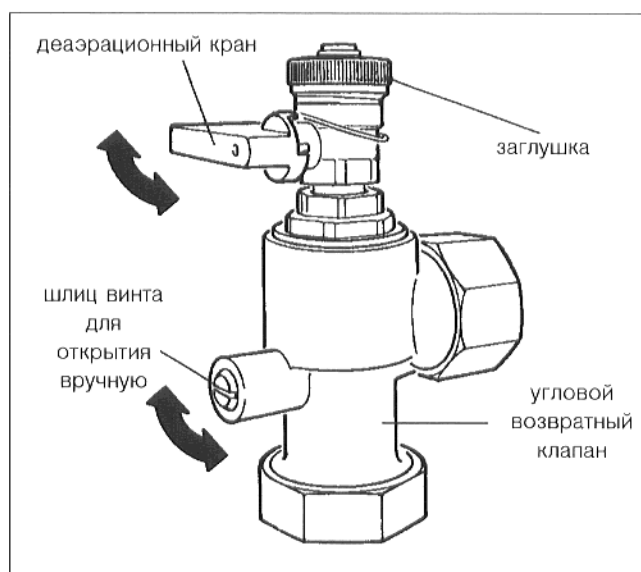

Рис. 10
- Установить шлиц установочного винта возвратного клапана в вертикальную позицию (открыто вручную) (рис. 10).
- Отвинтить заглушку деаэрационного клапана и установить ручку деаэрационного клапана в вертикальное положение (открыть) (рис. 10).